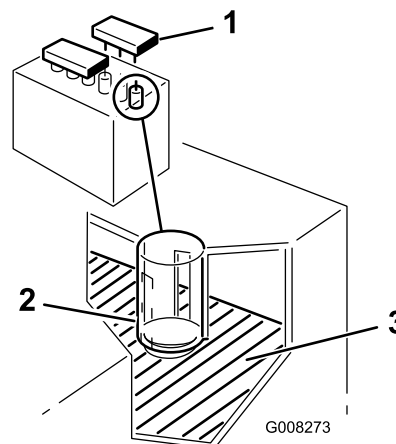

Figura 33
2. Retire los tapones de llenado. Si el electrolito no llega a la parte inferior del tubo (Figura 33), añada la cantidad necesaria de agua destilada; consulte cómo Añadir agua a la batería.
2. Retire los tapones de llenado (Figura 33).
3. Vierta lentamente agua destilada en cada célula de la batería hasta que el nivel llegue a la parte inferior del tubo (Figura 33).